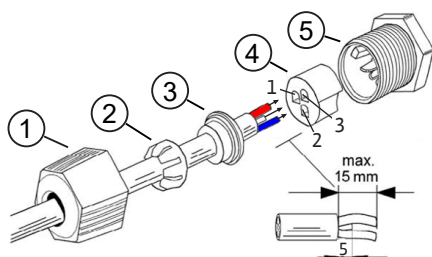

Fig. 18: Quickon-steekverbinding
1. Schuif de wartelmoer (pos. 1), kroon (pos. 2) en het afdichtrubber (pos. 3) op de kabel van de niveausensor.
2. Verwijder de ommanteling van de signaalkabel (ca. 15 mm). De uiteinden van de aders moeten gelijk liggen met de splijtring (pos. 4) of mogen max. 2 mm uitsteken, zie Fig. 18.
5. Leid de voorbereide leiding in de contactdrager (pos. 5).